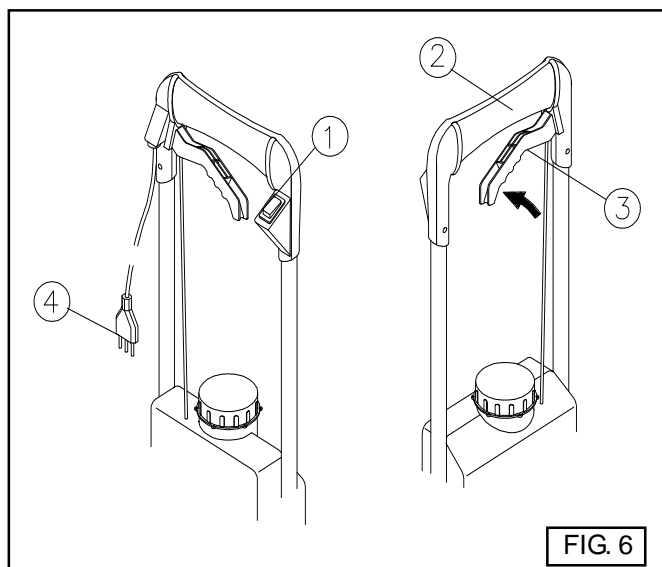
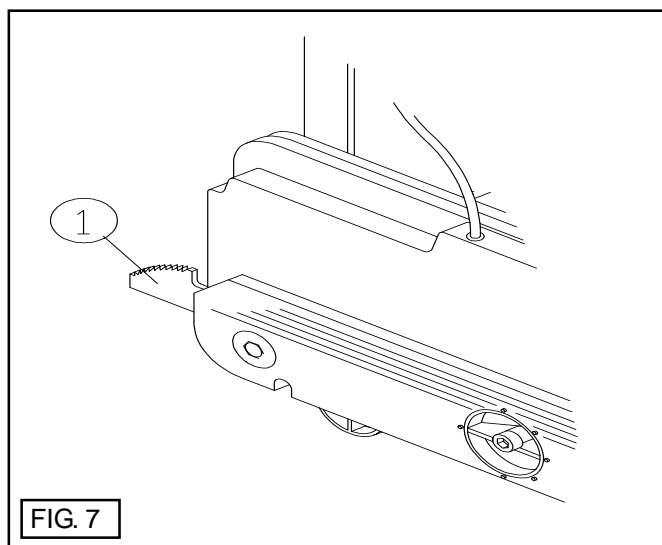

FIG. 6
FIG. 7
- 1) Verificare che l'interruttore (1 FIG.6) sia in posizione OFF
- 2) Inserire la spina (4 FIG.6) in una presa di corrente
- 3) Accendere la macchina tramite l'interruttore (1 FIG.6), a macchina accesa, l'interruttore s'illumina.
- 4) Afferrare il manico (2 FIG.6) e sganciarlo premendo con il piede la leva di sblocco (1 FIG.7) e distribuire il detergente tirando la leva (3 FIG.6).
Terminata l'operazione di pulizia, riportare il manico in posizione verticale avendo cura di fermarsi allo scatto della leva di sgancio (1 FIG.7).
Spegnere la macchina per mezzo dell'interruttore (1 FIG.6) e scollegare il cavo di alimentazione (4 FIG.6).